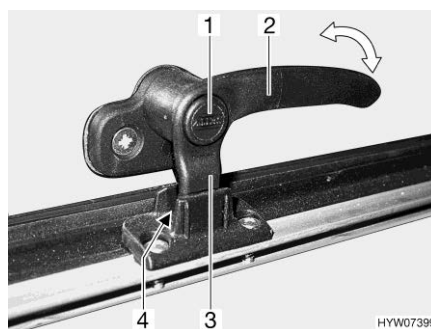
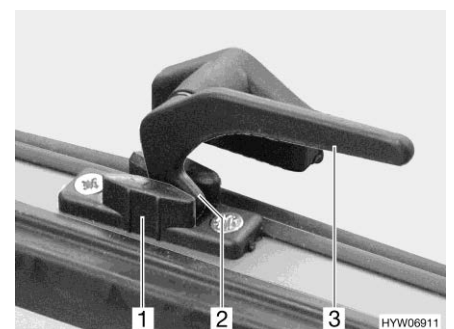

Fig. 98 Leva di serraggio con bottone di sicurezza in posizione "Aerazione continua"
Fig. 99 Leva di serraggio in posizione "Aerazione continua"
- In posizione di "Aerazione continua" (Fig. 98 e Fig. 99)
- Se presente, premere e tenere premuto il bottone di sicurezza (Fig. 98,1).
- Ruotare la leva di serraggio (Fig. 98,2 o Fig. 99,3) di un quarto di giro verso il centro della finestra.
- Girare nuovamente all'indietro la leva di serraggio. Riportare contemporaneamente il nasello di chiusura (Fig. 98,3 o Fig. 99,2) della leva di serraggio nella rientranza della chiusura della finestra (Fig. 98,4 o Fig. 99,1).
- Se presente, rilasciare il bottone di sicurezza (Fig. 98,1).